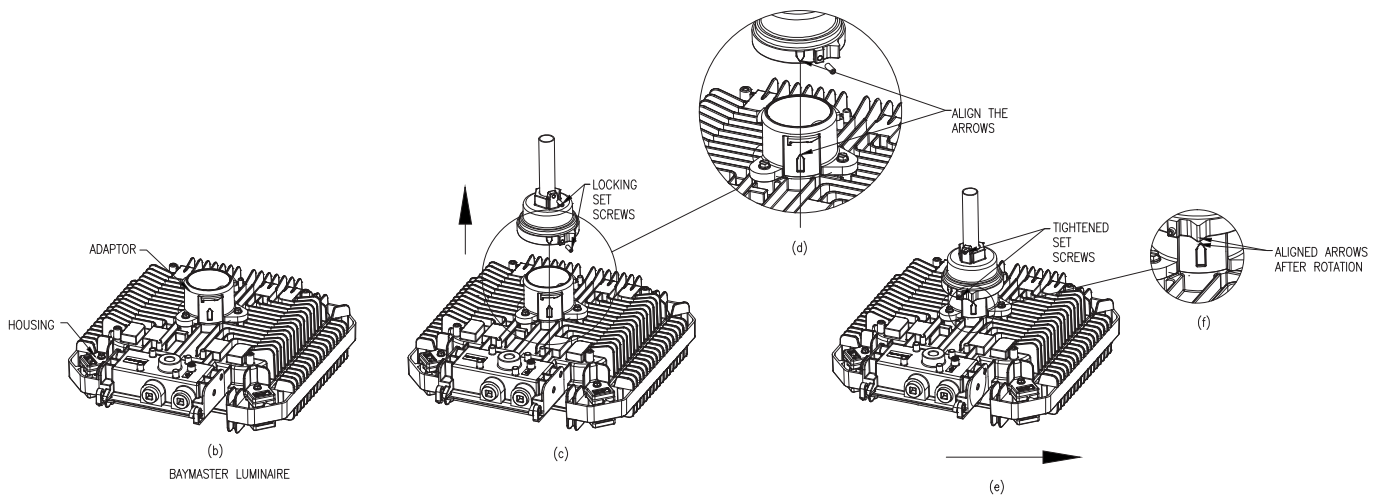

Figure 3: Installation of Luminaire to Pendant Hood
2. Align the arrows of the adaptor and pendant hood as shown in Figure 3 (d) below.
3. Push the luminaire in the direction of the arrow as shown in Figure 3 (c).
4. Rotate the luminaire in the direction of the arrow (counter-clockwise) as shown in Figure 3 (e) until you feel it snap and click into place. The arrows on the pendant hood and adaptor will align as in Figure 3 (f).
2. Alignez les flèches de l'adaptateur et du capot du luminaire suspendu comme illustré à la Figure 3 (d) ci-dessous.
3. Poussez le luminaire dans la direction de la flèche comme illustré à la Figure 3 (c).
4. Faites tourner le luminaire dans la direction de la flèche (sens antihoraire) comme illustré à la Figure 3 (e) jusqu'il s'enclenche en position. Les flèches sur le capot du luminaire suspendu et l'adaptateur s'aligneront comme illustré à la Figure 3 (f).